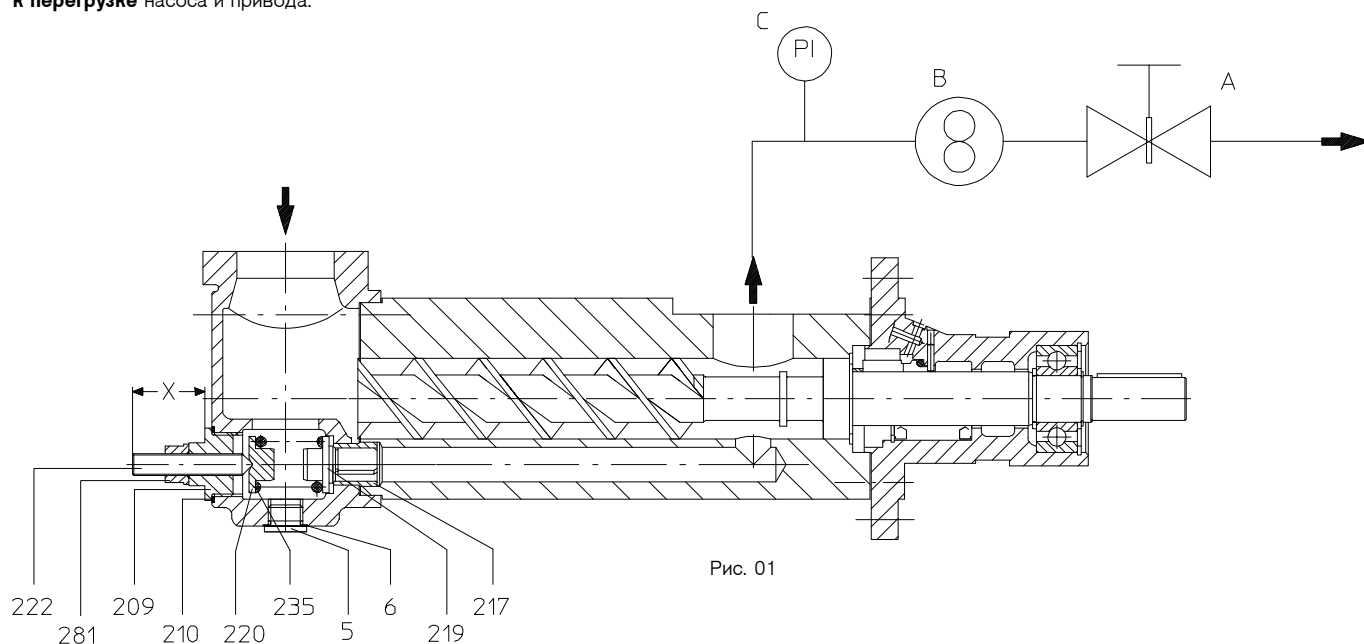

Рис. 01
- Замерить и записать размер X в соответствии с рис. 01
Во время повторного ввода насоса в эксплуатацию в соответствии с разделом 6. следует настроить предохранительный клапан, если имеется, на необходимое давление срабатывания (рис. 01).